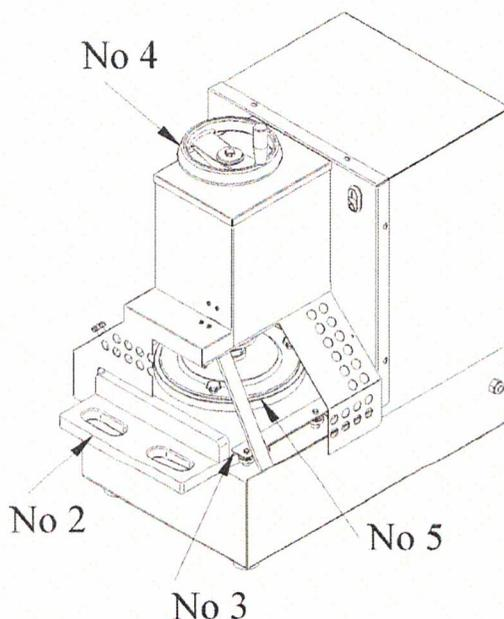

Рисунок 2
2. Установите пластиковую подставку (Рисунок 2, № 2) между направляющими на рабочей поверхности машины (Рисунок 2, № 3).
6. Если бифштекс недостаточно тонкий, отрегулируйте цилиндр пресса вращая ручной руль-регулятор по часовой стрелке (Рисунок 2, № 4). Если бифштекс слишком тонкий, поверните руль против часовой стрелки.
8. Ни в коем случае нельзя работать на машине без деталей, обеспечивающих безопасность работы. Запрещается поставлять руки под цилиндр пресса (Рисунок 2, № 5).